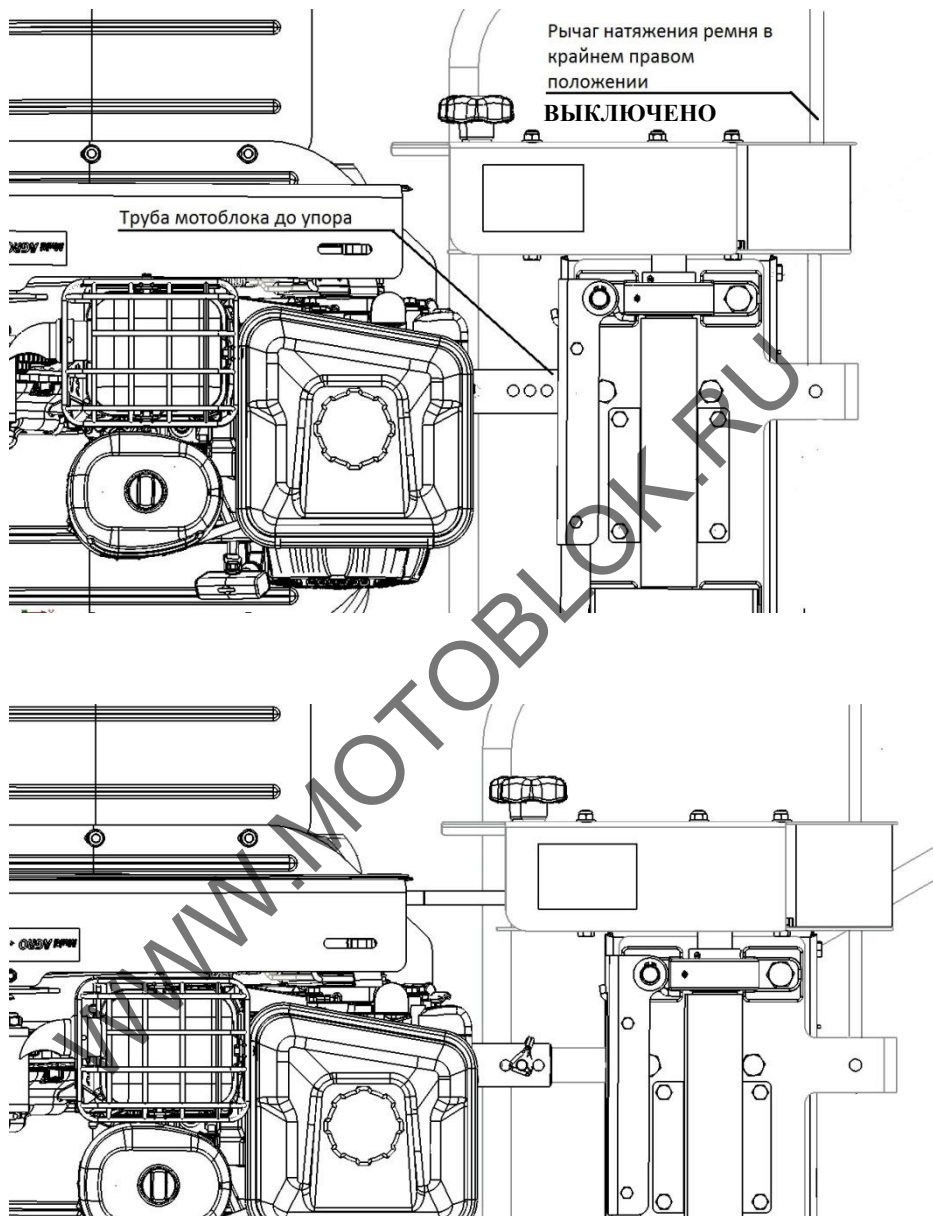

Рис. 5.
- 9) Соедините штырь древокола с трубой мотоблока согласно рис. 5, задвинув трубу до упора.